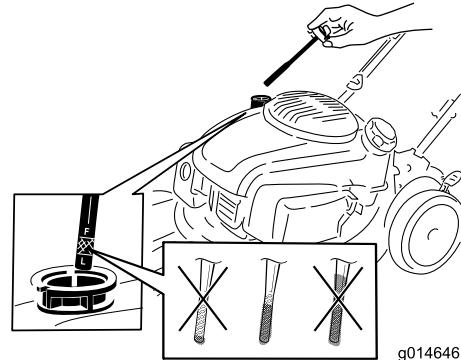

Figure 4
1. Retirez la jauge (Figure 4).
2. Versez de l'huile **lentement** dans le goulot de remplissage pour faire monter le niveau jusqu'au repère du plein (Full) sur la jauge (Figure 4). **Ne remplissez pas excessivement.** (Remplissage max. : 0,65 L (22 oz), type : huile détergente 10W-30 ou SAE 30 de classe de service API SJ ou supérieure.)
Remarque: Chaque fois que vous vérifiez le niveau d'huile, sortez la jauge et essuyez-la sur un chiffon propre, remettez-la dans le goulot de remplissage (sans la visser), puis ressortez-la et vérifiez le niveau (Figure 4).